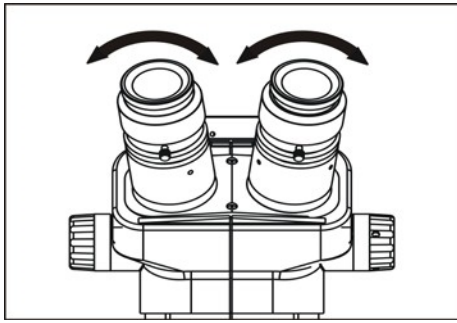

Fig.4
1. Ajuste el alojamiento del prisma en la dirección de las flechas en la Fig.4, hasta que la observación le resulte cómoda.